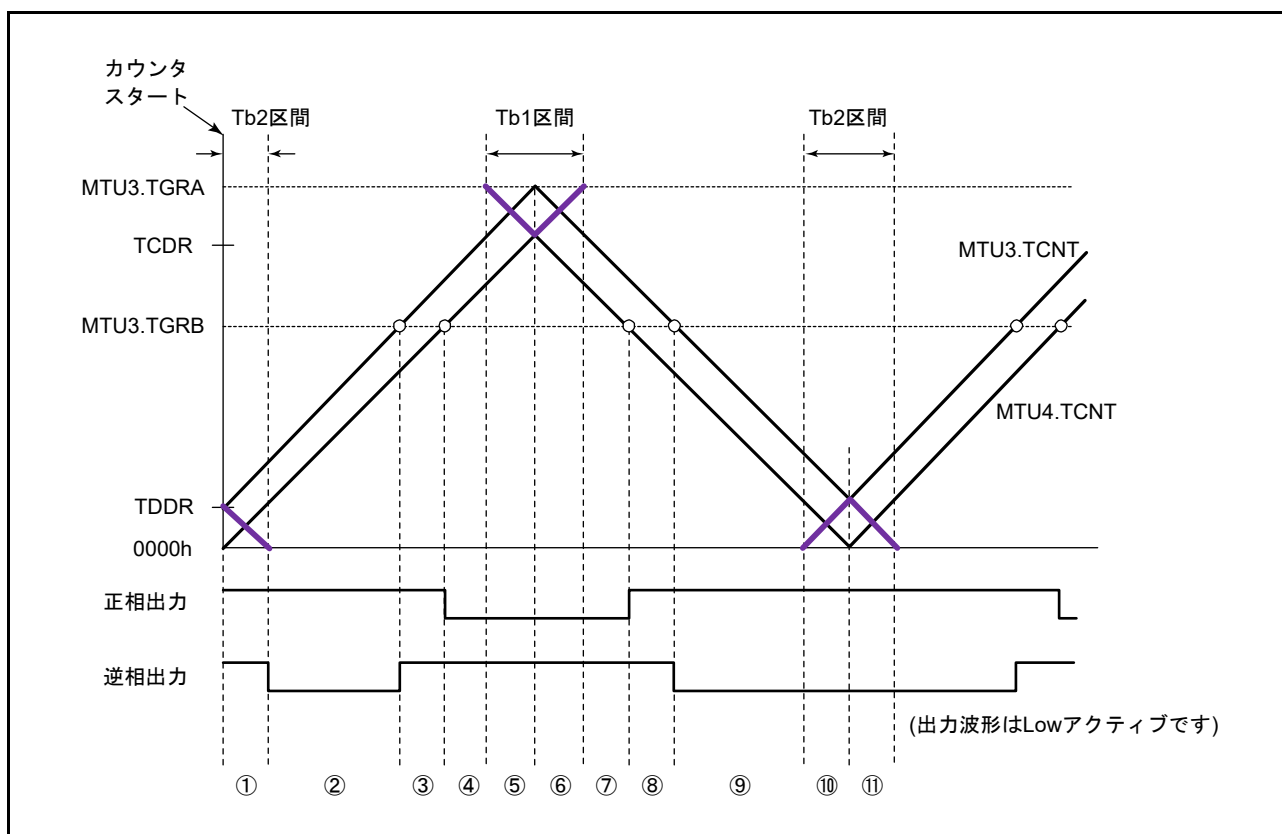

図 22.56 同期カウンタクリアタイミング
TWCR.WRE ビットを“1”に設定することで初期出力を抑止することができるのは、同期クリアが図 22.56 の⑩、⑪のような Tb2 区間に入ってきたときのみです。それ以外のタイミングで同期クリアが起こった場合は、TOCR1.OLSN, OLSP ビットで設定した初期値が出力されます。また、Tb2 区間であっても、図 22.56 の①で示すカウンタスタート直後の初期出力期間で同期クリアが起こった場合には、初期出力の抑止は行いません。
(図 22.56 のタイミング③、TWCR.WRE ビット = 1)
(図 22.56 のタイミング⑥、TWCR.WRE ビット = 1)
(図 22.56 のタイミング⑧、TWCR.WRE ビット = 1)
(図 22.56 のタイミング⑪、TWCR.WRE ビット = 1)